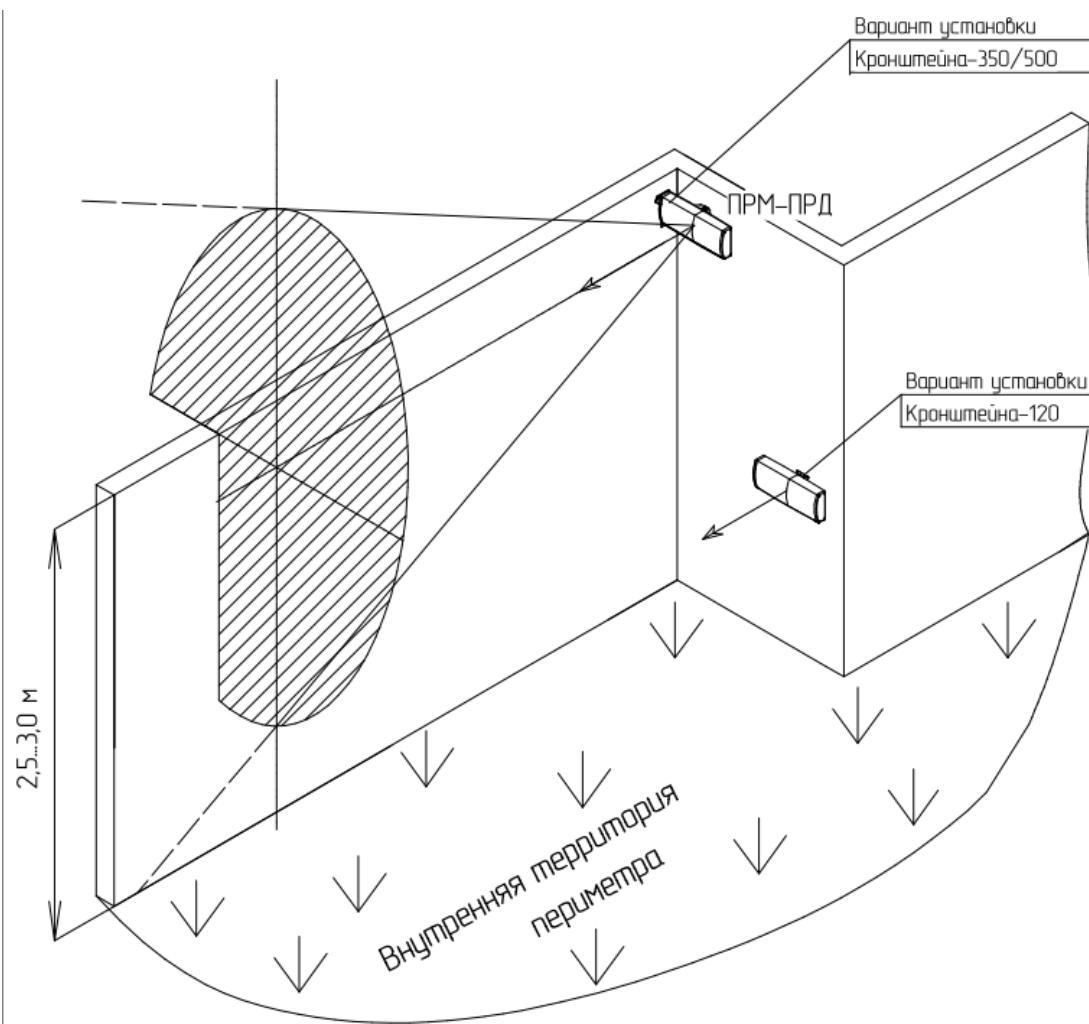

Рисунок 2.4 - Примеры установки извещателя «ЗЕБРА-42(5,8)-Ш»
- Кронштейн-120 (вынос 120 мм) рекомендуется применять, если направление излучения блока перпендикулярно плоскости опорной поверхности, или находится в пределах угла ($90^\circ \pm 40^\circ$) (см. рисунок 2.4).